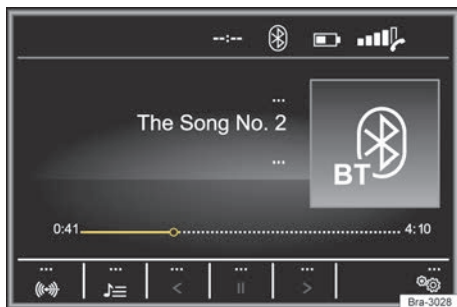
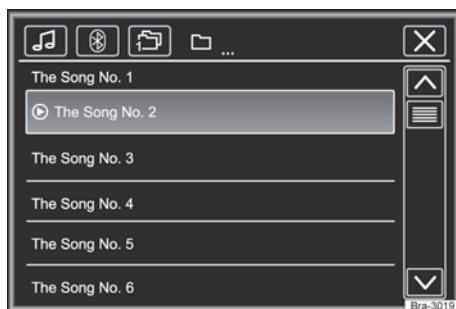

Fig. 131 Menu principal de mídia.
Fig. 132 Operação do rádio: lista de estações.
- Pressionar o botão **MEDIA** para abrir o menu principal **MEDIA** → Fig. 131.
As fontes de mídia que são reproduzidas atualmente são exibidas na superfície de função na parte inferior esquerda → Fig. 131.
Legenda da → Fig. 131 e → Fig. 132: